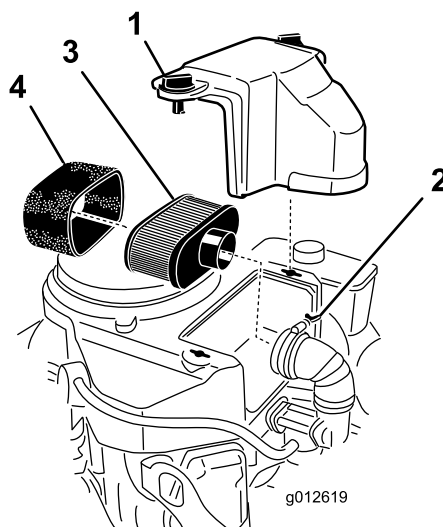

Figura 32
3. Pulite l'area intorno al filtro dell'aria per evitare che la morchia possa penetrare nel motore provocando gravi danni (Figura 32).
4. Svitare le manopole del coperchio e togliete il coperchio del filtro dell'aria (Figura 32);
5. Svitare la fascetta stringitubo e togliete il gruppo filtro dell'aria (Figura 32).
6. Togliete con cautela l'elemento in schiuma sintetica dall'elemento di carta (Figura 32).
1. Pulite l'elemento di carta battendolo leggermente per rimuovere la polvere. Se risulta molto sporco, sostituitelo con uno nuovo (Figura 32).
Non pulite il filtro di carta. Sostituitelo dopo 200 ore di servizio (Figura 32). Controllate che l'elemento non sia strappato, non presenti strati untuosi, e che la tenuta in gomma non sia danneggiata.
1. Infilate con cautela l'elemento in schiuma sintetica sopra l'elemento di carta del filtro dell'aria (Figura 32).
- Montate il gruppo filtro dell'aria sulla relativa base o flessibile e fissatelo (Figura 32).
- Montate il coperchio del filtro dell'aria e serrate le manopole del coperchio (Figura 32).